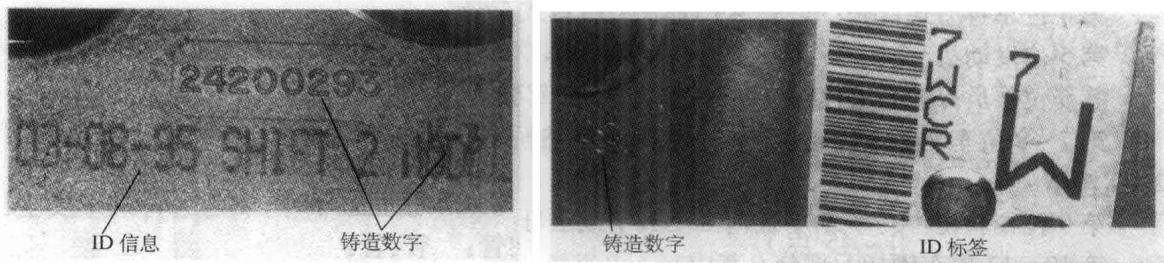

图 0-4 铸造有数字的两个变速器壳，同时可见 ID 标签或打印的 ID 信息
(4) 铸造码 当车辆的零件是铸件时(如发动机缸体、变速器壳体)，常会在其表面铸出相关的识别数字，如图0-4所示。这些铸造码可用于核查尺寸，了解如发动机排量和诸如制造年份等其他信息。有时铸模会有所改变，然而铸造码是不变的。大多数情况下，铸造码是